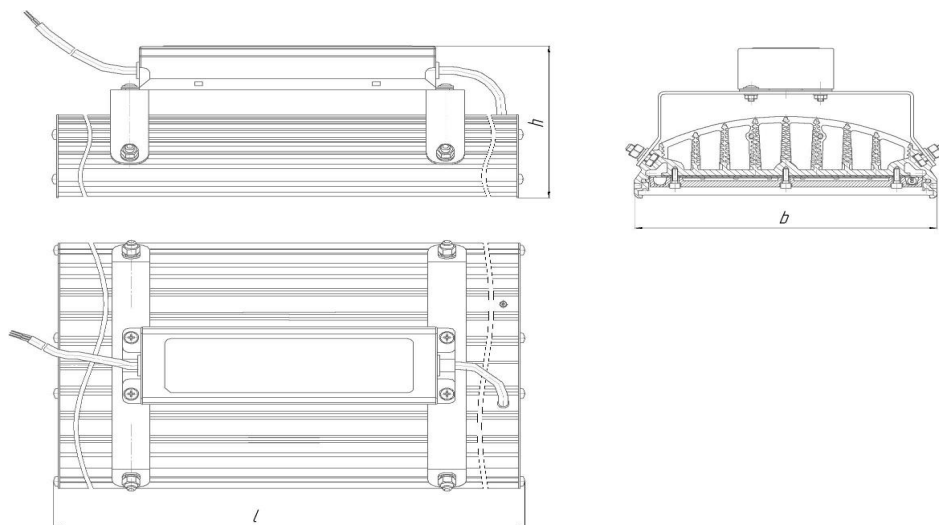

Рисунок 1 - Конструкция светильника
4. Подвести сетевые провода к колодке, подключить провода от светильника к клеммной колодке. Для подключения светильника к электрической сети необходимо подключить сетевой электропитающий кабель к электрическому кабелю светильника (см. рис. 1), соблюдая требования по цветовому подключению проводов: земля – желто-зеленый провод; фаза – коричневый (или иного цвета); ноль – синий.